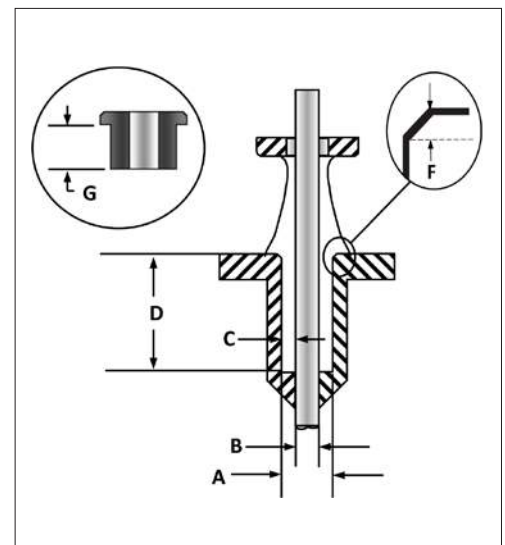

Abb. 1: Anlagenmesswerte
5. Die folgenden Messwerte abnehmen (Abb. 1):